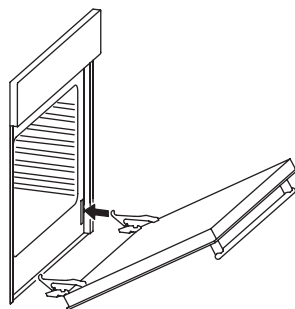

fig. 14: Ovendeur plaatsen
- Schuif de scharnieren zodanig in de steunen, dat de inkeping aan de onderkant van het onderste scharnier op de rand van deze steunen rust (zie fig. 14).